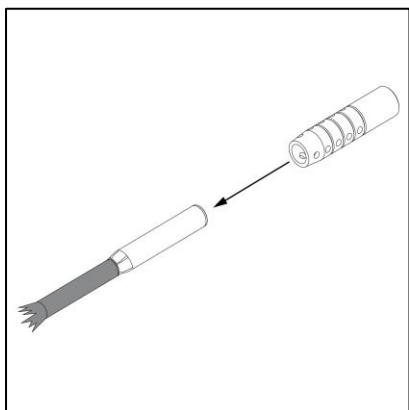
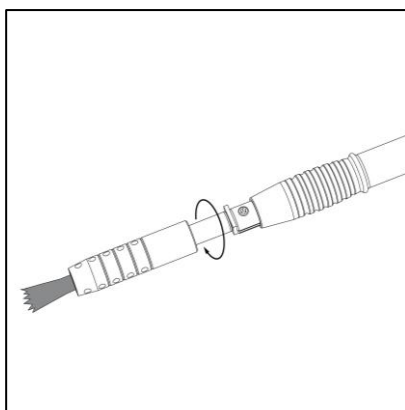

図 5a
図 5b
3. 樹脂スリーブにカーボンブラシ M を挿入して(図 5a) スモールブラシアダプターにねじ込んでください。(図 5b)